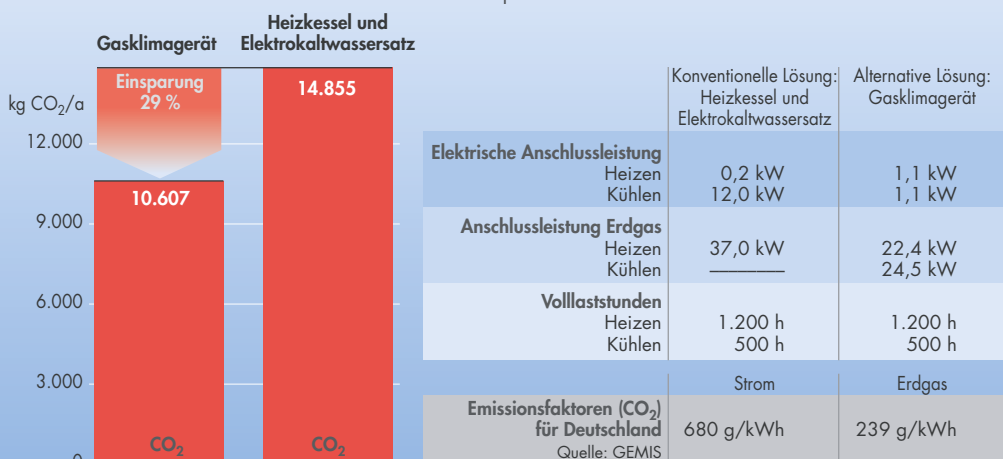

Bild 14
**Primärenergieeinsparung und Emissionsminderung:** Auch ökologisch ist das Kühlen und Heizen mit Gasklimageräten vorteilhaft. Der gasmotorische Kaldampfprozess bringt im Vergleich zu konventionellen strombetriebenen Anlagen energetische Verbesserungen. Durch den Einsatz des Energieträgers Erdgas entstehen weitere Umweltvorteile: Erdgas ist eine Primärenergie, muss also (anders als Strom) nicht erst „erzeugt“ werden. Da die bei der Stromerzeugung entstehenden Umwandlungsverluste entfallen, lässt sich der Primärenergieeinsatz mit dem gasmotorischen Kaldampfprozess um etwa 29 % senken (Bild 14).